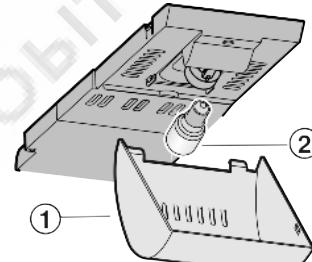

Fig. 16
- Возьмитесь за крышку Fig. 16 (1) спереди и снимите с крючка сзади.
- Лампу накаливания Fig. 16 (2) заменить.
- Снова наденьте крышку Fig. 16 (1).